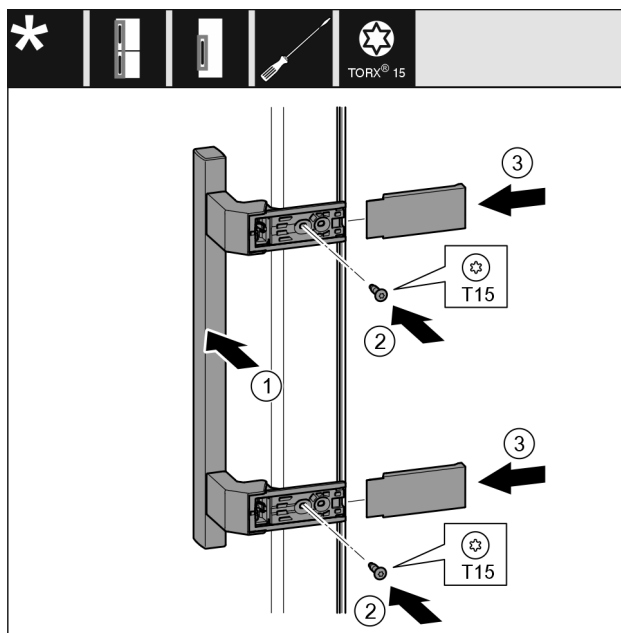

Fig. 55
- ▶ Applicare la maniglia Fig. 55 (1) sul lato opposto.
- ▶ Stringere le viti Fig. 55 (2) con un cacciavite.
- ▶ Applicare le coperture Fig. 55 (3) lateralmente e spingerle in sede.